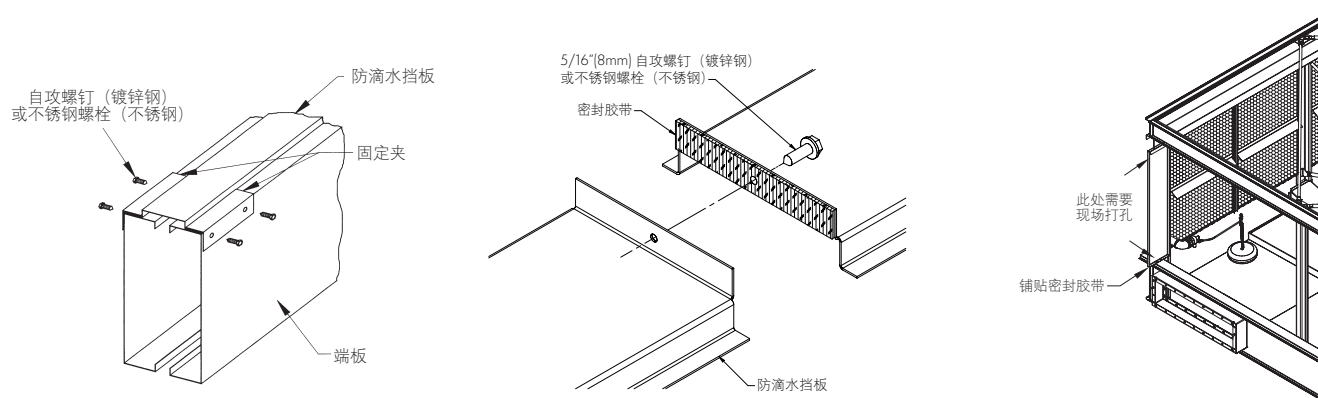

图 3b — 防滴水挡板和防溅水挡板的安装
11. 一旦竖直的防溅水挡板底部与防滴水挡板相连接，将水箱防护盖板放置在机组下段的上折边处（如图3b所示）。用5/16" (8mm)的自攻螺钉（适用于镀锌钢机组）或者不锈钢螺栓及螺母（适用于不锈钢机组）将水箱防护盖板连接到竖直的防溅水挡板上。